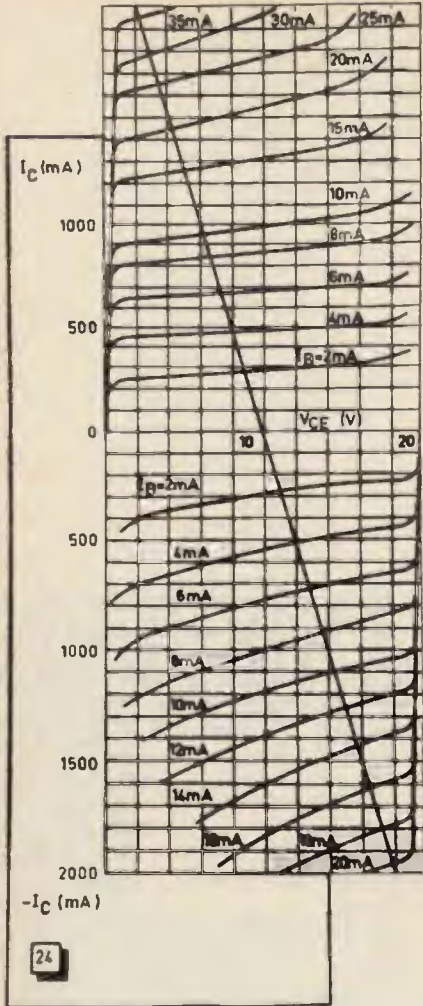
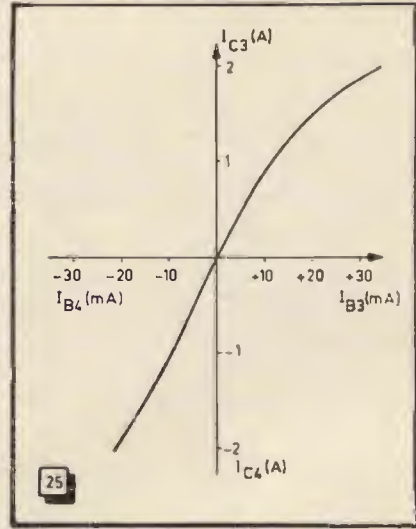
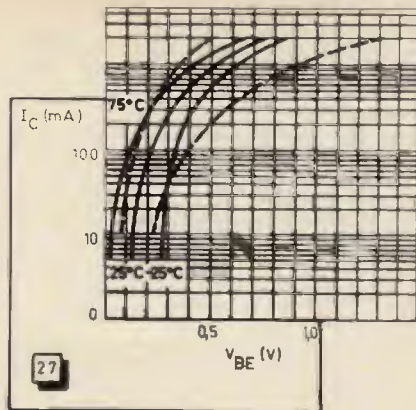

figura 24
figura 25
figura 27
La distorsione di un amplificatore senza trasformatori è dovuta, per la maggior parte, alla non linearità dello stadio d'uscita. Nonostante il collegamento diretto, la distorsione prodotta dagli altri stadi di amplificazione, non è trascurabile; vedremo poi che può aversi, in una certa misura, qualche caso in cui le diverse non linearità si compensano. Per prima cosa determineremo la caratteristica dinamica dello stadio d'uscita. Per far ciò porremo una sotto l'altra le curve caratteristiche dei transistor finali (figura 24). Le curve relative al transistor pnp (AD162) sono in basso nella figura, perché le tensioni e le correnti che lo riguardano sono negative. La retta di carico comune alle due reti di caratteristiche, passerà per il punto  $V_{CE}/2 = 10\text{ V}$ , e la sua inclinazione ( $\Delta I_C = 2\text{ A}$  per  $\Delta V_{CE} = 8\text{ V}$ ) corrisponde a  $R_L = 4\ \Omega$ .
Caratteristica dinamica rilevata con l'aiuto delle reti di curve di figura 24.
La caratteristica dinamica corrispondente (figura 25) è stata tracciata determinando i valori di  $I_{C3}$  e  $I_{C4}$  corrispondenti a tutte le intersezioni tra la retta di carico e le curve  $I_B$  delle due reti. La figura 25 mostra una non linearità molto netta, essenzialmente dovuta al fatto che il guadagno in corrente del transistor npn è, specie per forti variazioni di  $I_C$ , inferiore a quello del pnp. Si potrebbero, naturalmente, accoppiare meglio i due transistor con una scelta accurata, ma per fare una stima preliminare della distorsione ci si attiene evidentemente all'utilizzazione delle caratteristiche medie date dal costruttore. Eventualmente il metodo delle reti di caratteristiche poste a confronto col sistema ora visto (figura 24) consentirà di vedere entro quali limiti si possano utilizzare transistor di origine diversa, perfino per l'uso di un pnp al germanio con un npn al silicio.
Per determinare la tensione di base di  $Q_3$ , non bisogna tener conto del valore assoluto di  $V_{BE}$ , perché, nello schema completo (figura 17) la tensione di riposo è compensata tramite D e  $R_7$ . Va dunque presa in considerazione solo la variazione che  $V_{BE}$  subisce quando la corrente di collettore passa dal suo valore di riposo al valore considerato di 1 A. Se si ammette una corrente di riposo pari a 20 mA, la curva media (25°C) della figura 27 mostra che la tensione base-emittore corrispondente è di 150 mV. Poiché, per  $I_C = 1$  A, questa curva dà  $V_{BE} = 0,5$ , si ha che  $V_{BE} = 0,35$  V. Abbiamo ora a disposizione tutti gli elementi necessari per determinare la caduta di tensione su  $R_8$  (24—14,85=9,15), e possiamo calcolare la corrente che la attraversa (114 mA). Dato che, dalla curva di figura 25,  $I_C = 1$  A corrisponde a  $I_B = 11$  mA, restano 114-11=103 mA per la corrente di collettore di  $Q_2$ . Quanto al suo valore di riposo,  $I_{C2\text{ri}}$  (uguale a 125 mA nel caso dell'esempio), questa corrente avrà dunque subito una variazione di 125—103=22 mA. Per il calcolo, si può ottenere il nuovo valore di questa corrente scrivendo:
Anche qui l'errore è trascurabile, per lo meno finché sia  $R_8 \gg R_L$ . Per tener conto dell'influenza delle condizioni di ingresso del segnale sui transistor d'uscita, è conveniente tracciare una nuova curva delle caratteristiche dinamiche (figura 30, curva  $I_{C2}$ ), ottenuta partendo da quella di figura 25, e applicando l'espressione (20) a ciascun valore  $I_{R3}$ , oppure l'espressione (21) a ciascun valore di  $I_{B4}$ . Il confronto delle due curve mostra, per quella di figura 30, una linearità migliore al centro. Ciò è dovuto al fatto che non ci si trova più, come in figura 25, in condizione di avere una resistenza d'ingresso infinita (comando in corrente), ma si lavora con una resistenza d'ingresso che corrisponde pressapoco alla condizione di « adattamento alla minima distorsione ».